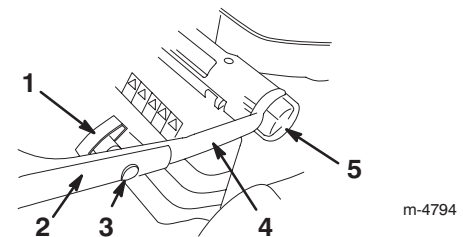

Bild 2
2. Lockern Sie die Höheneinstellräder am Griff und drehen das Unterteil des Griffs in Richtung Rückseite des Rasenmähers, bis es einer in Bild 2 dargestellten Höheneinstellung ist.
4. Sichern Sie den oberen Handgriffteil mit den Ovalkopfschrauben und Griffeststellrädern am unteren Teil ab (Bild 2). *Ziehen Sie die Räder gut fest.*
Sie können den Handgriff auf drei verschiedene Höhen einstellen: hoch, mittel und tief (Bild 2). Wählen Sie die Griffhöhe, die für Sie am bequemsten ist.